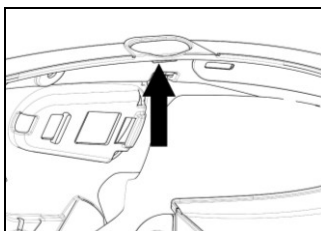

Abb. 2
- Ziehen die mit der Marke N-Com bezeichnete Verschlusskappe aus dem Helmrand heraus. Durch drücken von innen erleichtern Sie diesen Vorgang (Abb. 2).